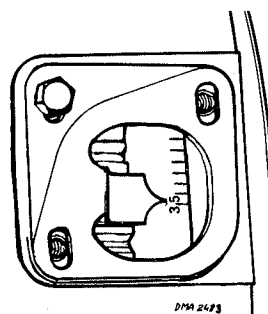

Fig. 30
- arrêter de tourner lorsque l'index correspondra au repère 35° (fig. 30)